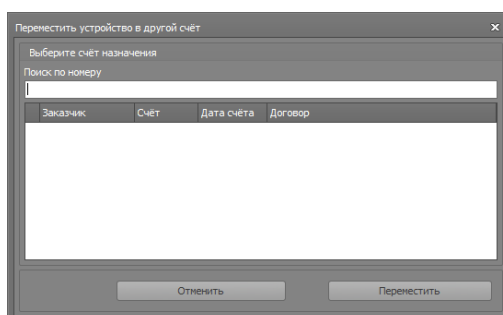

Рисунок 110
- В открывшемся окне – **Переместить устройство в другой счет (Рис. 110)**, введите номер партии\счета, в который переносится устройство